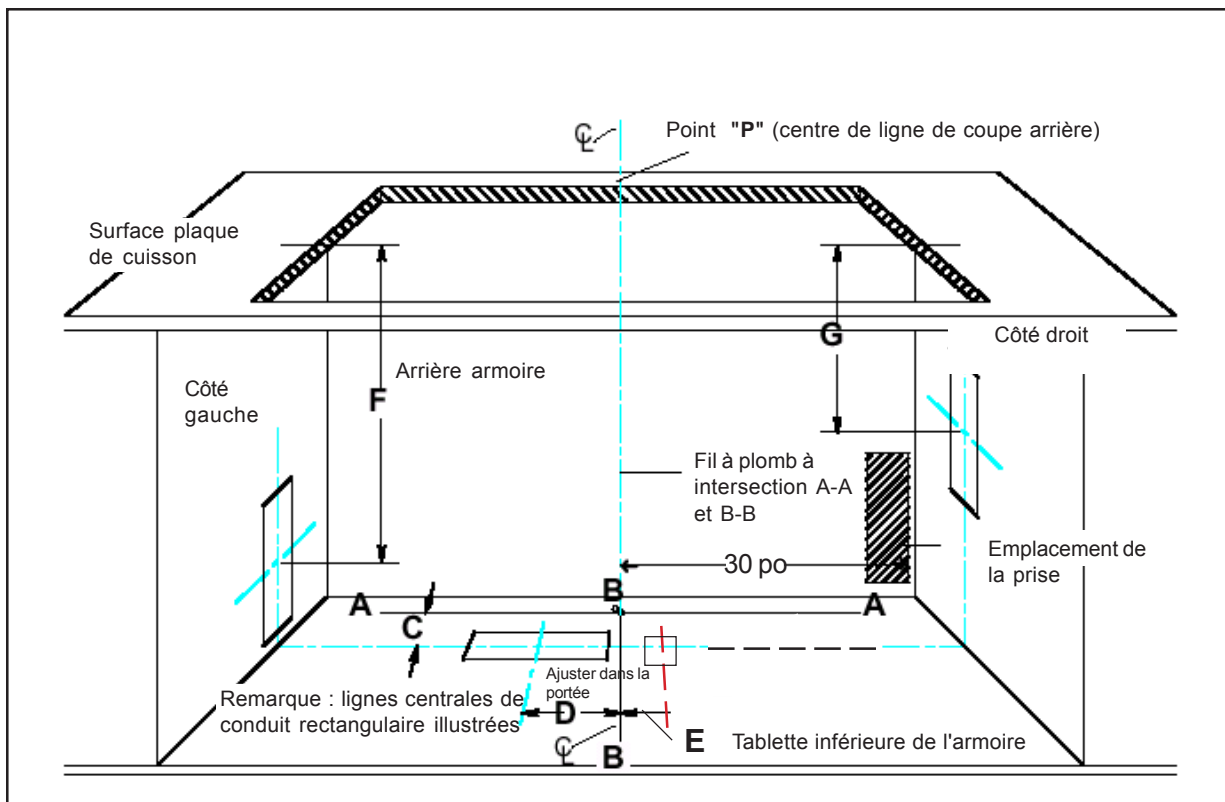

Figure 9 : découpe d'armoire pour conduits
- Voir figure 9. Tirer une ligne du point P au centre arrière de la découpe du plan de travail. Marquer ce point au bas de l'armoire en dessous. Établir deux lignes de références par ce point ; un doit être parallèle au devant de l'armoire et directement sous la découpe du plan de travail arrière et l'autre (ligne B-B) doit être à angle droit A-A.